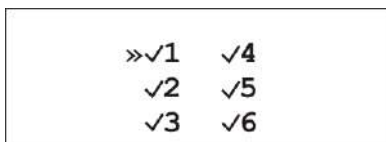

Рисунок 4.12 - Экран выбора номеров диагностируемых каналов
3. В меню "Каналы" (рис. 4.12) клавишами $\bar{\Delta}$, $\bar{\nabla}$ выбрать номера каналов участвующих в диагностике (установить флажок) при помощи клавиши \checkmark .